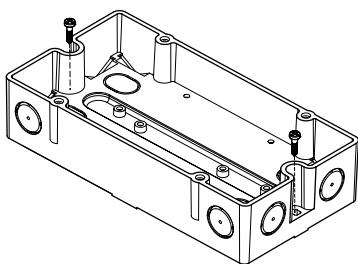

Fig. 3
3. Use two screws to fit the housing on a plane surface (Fig. 3).
3. Montieren Sie das Gehäuse mit zwei Schrauben auf eine plane Fläche (Fig. 3).
3. Montez le boîtier sur une surface plane avec deux vis (fig. 3).